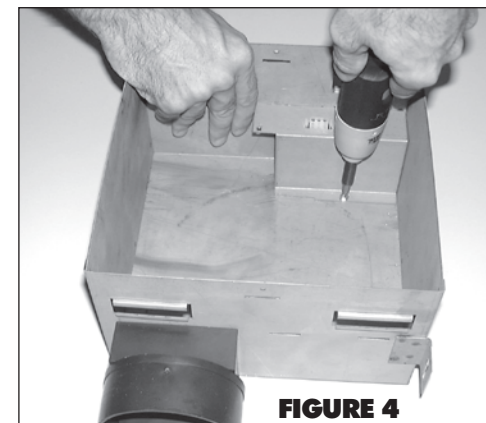

FIGURE 4
4. Remove screw that holds electrical box cover. (Fig. 4)
4. Quite el tornillo que sujeta la cubierta de la caja eléctrica. (Fig. 4)
4. Retirer la vis qui tient le couvercle du boîtier électrique fixé à l'enveloppe. (Fig. 4)